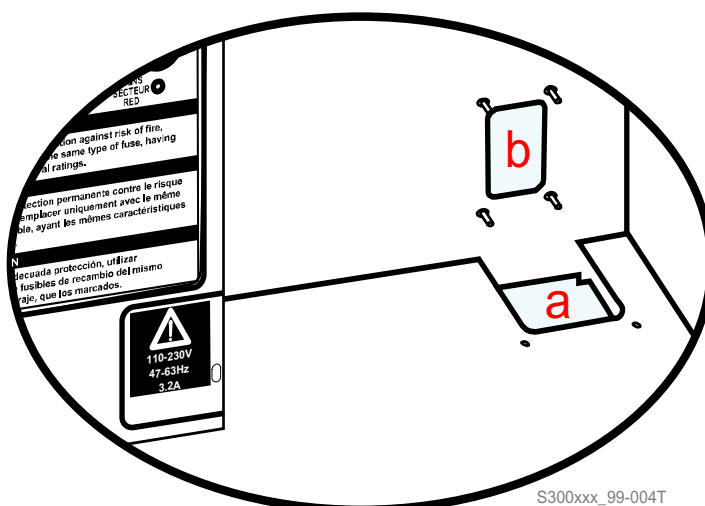

Figura 5.5.g Opciones de salida del cable de red.
- Introduzca el conector macho del cable de red por el orificio [a] en la *Figura 5.5.g Opciones de salida del cable de red*.